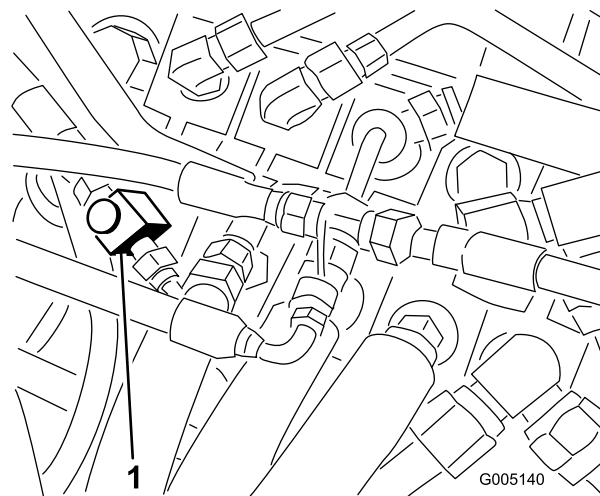

Bild 46
1. Heben Sie den Sitz hoch und machen das auf dem Hauptreguliventil befindliche Stromventil ausfindig (Bild 46).